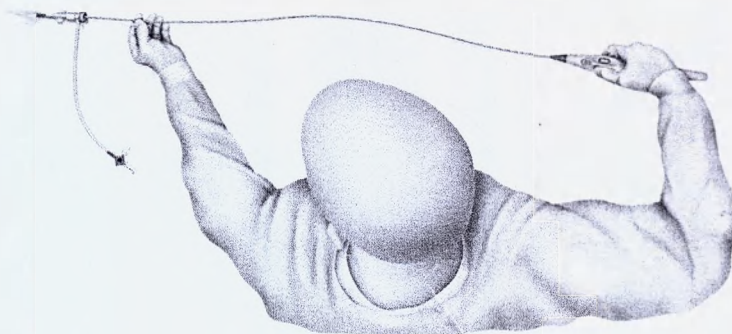

Рис.13. Схематическое изображение ввода системы доставки через интродьюсер.
10. В процессе установки стент-графта свободной рукой удерживайте белый футляр для обеспечения стабильности, при необходимости выравнивая его, чтобы обеспечить точную установку (**рисунок 13**). Удерживайте белый футляр для обеспечения стабильности максимально близко к интродьюсеру, не касаясь при этом движущегося темно-коричневого катетера дистального катетера в сборе. Удерживайте оставшуюся часть белого футляра для обеспечения стабильности (сегмент между право и левой рукой) в расслабленном положении, не оказывая на нее давления.